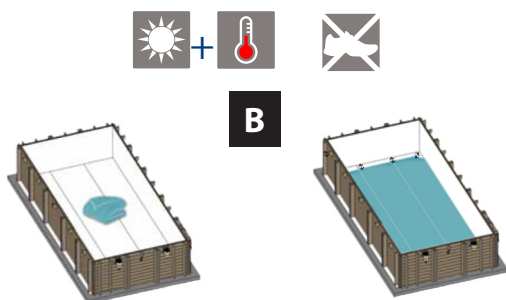

Fig. 15/Abb. 15/Afb. 15
**B** Place the liner in the centre of the pool (figure 15) and unfold it starting from there (figure 16) Uniformly distribute the space between the dimensions of the liner and those the structure all round.
**B** Placez le liner au centre de la piscine (figure 15) et le déplier à partir de ce centre (figure 16). Répartissez de façon égale le jeu existant entre la dimension du liner et la dimension de la structure sur tout le pourtour.
**B** Platzieren Sie den Liner in der Mitte des Pools (Abb. 15) und entfalten Sie ihn von dort aus (Abb. 16). Verteilen Sie das Spiel zwischen den Maßen des Liners und denen des Tragwerks gleichmäßig auf dem ganzen Umriss.